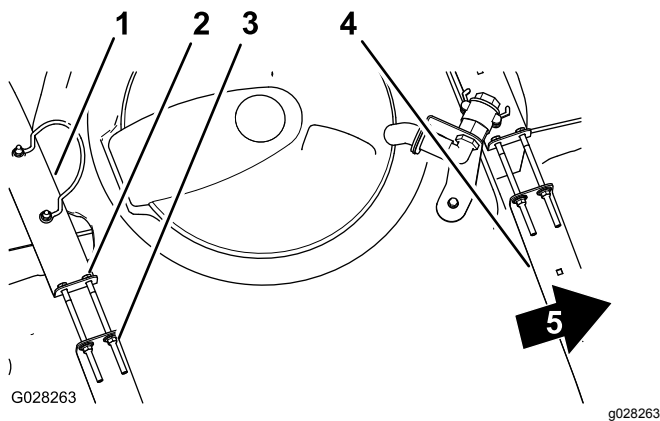

图 43
2. 检查药缸箍带与药缸之间是否有任何活动 图 43。
3. 如果药缸箍带与药缸之间有松动应拧紧箍带顶部的凸缘锁紧螺母和螺栓直到箍带与药缸表面齐平图 43。